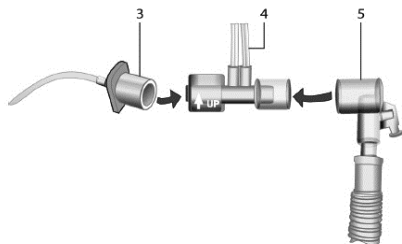

図 2
a. 気管チューブ接続部('UP'及び矢印のマークがある側)を、気管チューブに接続する(図 2 の 3)。無理に接続しようとしないうこと。センサが正確な向きであれば、簡単に挿入できる。
b. Y ピース接続部を、呼吸回路 Y ピース(図 2 の 5)に接続する。
4. PROX フローセンサチューブが上方向を向いているか確認する(図 2 の 4)。センサの向きを変える場合、PROX フローセンサチューブを引っ張ってセンサを回転させないこと。向きの変え方は以下の通りである。